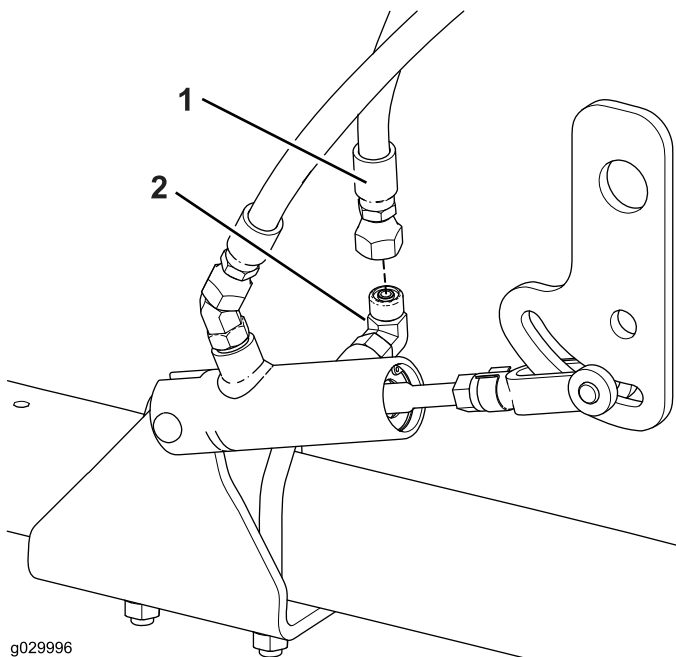

図 18
5. 長い油圧ホースのフィッティングストレートを、油圧シリンダのフィッティング90度に接続する 図 18。